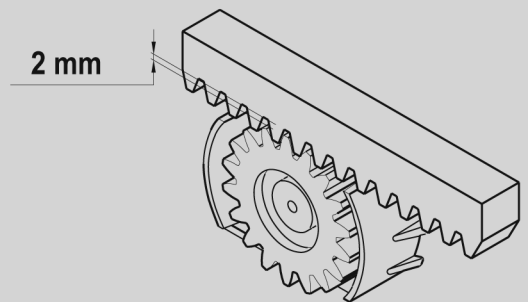

Fig. 6 / Abb.6
12. Le poids du portail ne doit jamais reposer sur le pignon. Par conséquent, contrôler qu'il y ait un jeu de 2 mm au moins entre pignon et crémaillère; pour ajuster légèrement ce jeu, se servir des 4 vis à empreinte hexagonale (fig. 6).
12. El peso de la cancela no debe cargar nunca sobre el piñón; por esto, hay que asegurarse de que entre el piñón y la cremallera queden al menos 2 mm de aire; para pequeñas regulaciones, se utilizarán los 4 tornillos de ranura hexagonal (fig. 6).
12. The gate should never weigh on the pinion, so ensure that there is at least 2 mm gap between the pinion and the rack; for fine adjustments use the 4 socket-head screws (fig. 6).
12. Das Gewicht des Tors darf den Ritzel nicht belasten; daher ist sicherzustellen, daß zwischen Ritzel und Zahnstange mindestens 2 mm Luft besteht; für kleine Anpassungen ist sich der 4 Sechskantlochschrauben zu bedienen (Abb. 6).
12. Het gewicht van de poort mag nooit op het tandwiel drukken, u dient zich er dus van te verzekeren dat er tussen het tandwiel en de tandheugel minimaal 2 mm ruimte overblijft; maak voor kleine afstellingen gebruik van de 4 inbusschroeven (fig. 6).